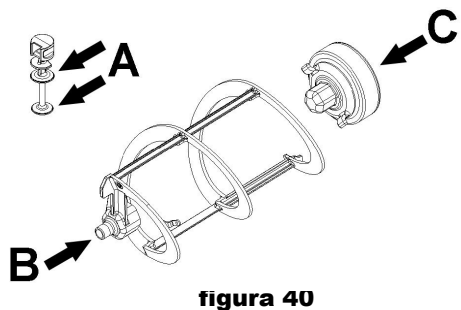
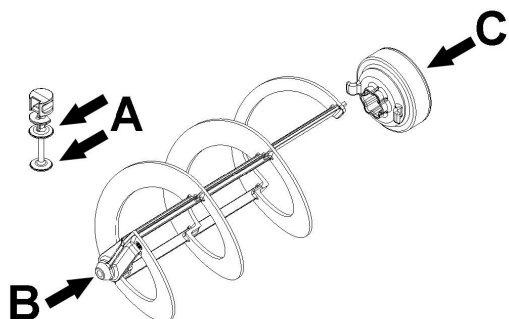

figura 40
figura 41
2 Lubrificar el pistón del grifo de erogación, el empalme hexagonal y el mezclador en los puntos indicados en la figura 40 (B-Frozen 6) o figura 41 (B-Frozen 10) utilizando exclusivamente la grasa que se entrega de serie con la máquina u otra grasa para uso alimentario.
**3** Montar de nuevo el grifo de erogación en el recipiente con secuencia inversa respecto a la de la figura 40 o figura 41.